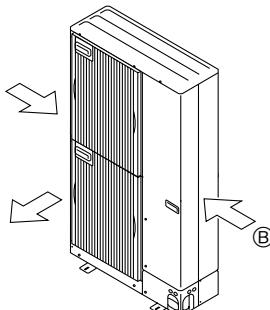

Fig. 2-16
- ② Cihazın konumunu, mümkünse, hava çıkışından gelen havanın, mevsimsel rüzgarlarının yönüne dik gelmesini sağlayacak şekilde seçin. (Fig. 2-16)